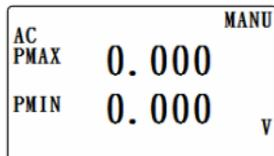

Imagen 6(5-1)
1. Durante la medida de Tensión AC o Tensión DC, al mantener pulsada la tecla ► PEAK (3-12, Imagen 1) durante más de 2 segundos, se iniciará la función de retención de picos (según **Imagen 3** o **Imagen 6**),